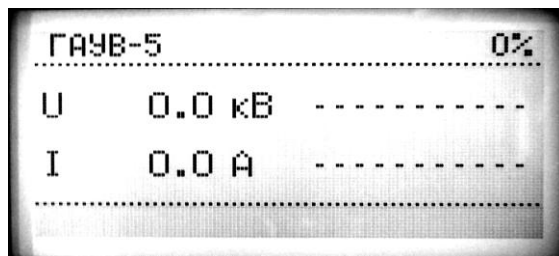

Рис. 20.
6.9.6. Нажать кнопку блока управления «ВЫПОЛНИТЬ», при этом включится сирена (на 1-2с.) На экране БУ появится заставка режима «ГАУВ 5кВ». В левой части экрана расположены индикаторы сетевого напряжения и потребляемого тока. В правой части экрана расположены мнемонические изображения шкал киловольтметра и амперметра выходного напряжения и тока заряда. (рис. 20)